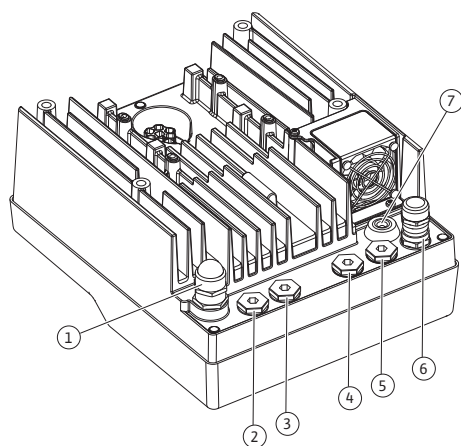

Fig. 19: Kabelio priveržikliai/kabelių įvadai
4. Sujungimo kabelis jungiamas per kabelio priveržiklį M25 (Fig. 19, poz. 1). Kabelio priveržiklį prisukite pagal atitinkamą sukimo momentą.